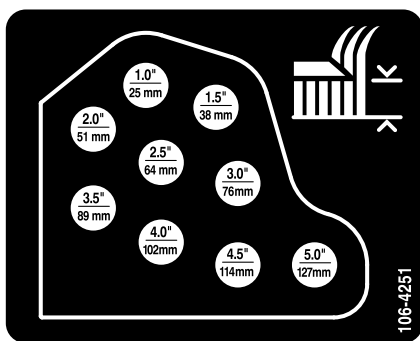

Figura 19
6. Montate le catene dell'altezza di taglio nel foro dell'altezza di taglio desiderata (Figura 19) usando il perno con testa e la coppia.